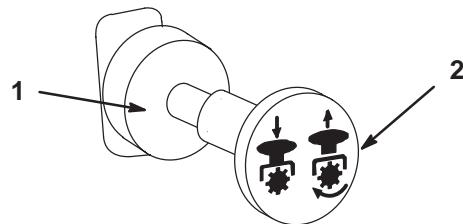

Figure 15
3. Placez la commande de prise de force (PDF) en position désengagée (Fig. 15).
1. Désengagez la PDF (Fig. 15).